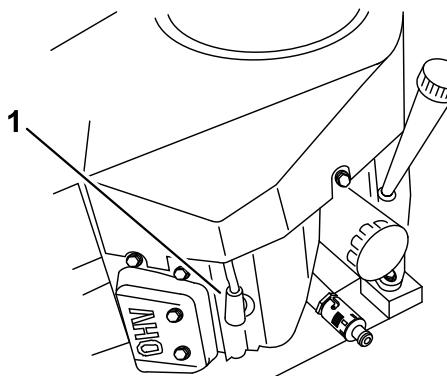

Figura 35
- Desconecte los cables de las bujías (Figura 35).
- Conecte los cables a las bujías (Figura 35).